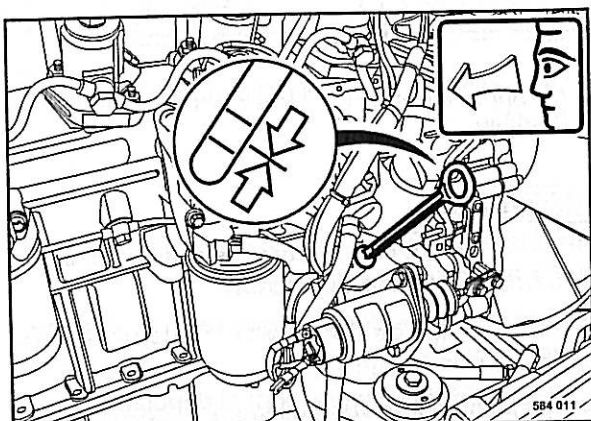

Fig. 69
- Extraer la varilla de medición de aceite (Fig. 69), limpiarla con un paño limpio y libre de hilachas e introducirla hasta el tope.